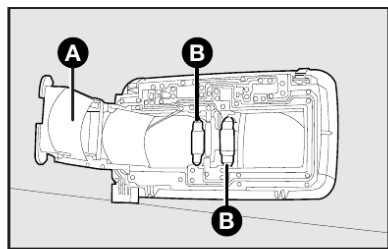

fig. 33
4) retirar a lâmpada queimada **B-fig. 33** e substituí-la;